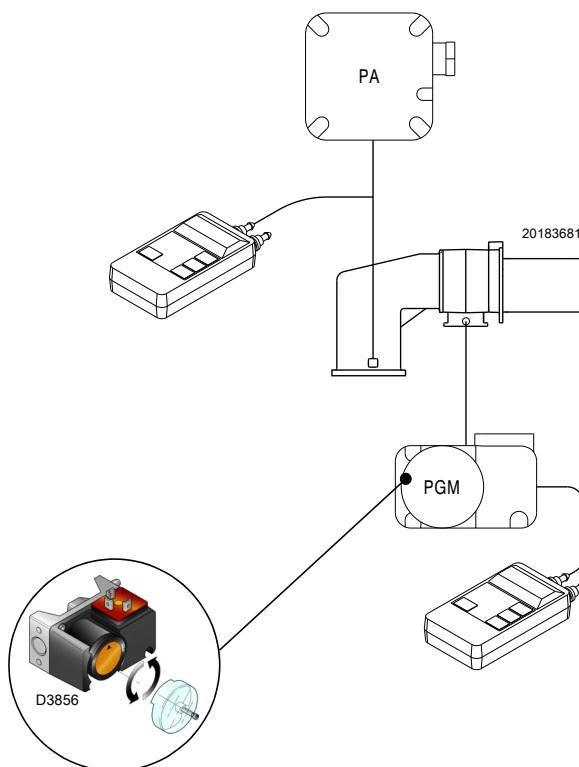

图 24
- 调节蝶阀上的最大燃气压力开关（图 24）至量程的终止位置；
在完成所有其他燃烧器调整后，调整最大气体压力开关（图 24），并将最大气体压力开关设置在刻度的末端。